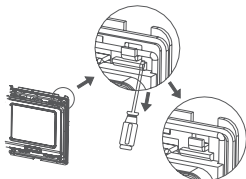

Рисунок 15. Демонтаж опорной пластины терморегулятора
2. Демонтируйте опорную пластину, как показано на рис. 15.